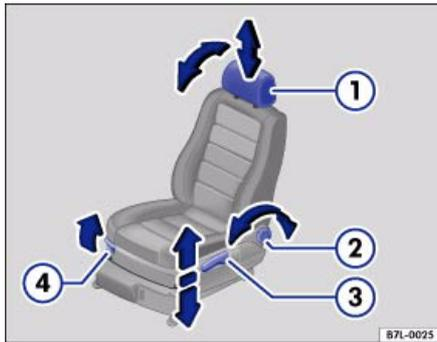

Abb. 56 Bedienelemente für die mechanische Sitz-einstellung (linker Vordersitz)
Die Bedienelemente in \Rightarrow Abb. 56 ② bis ④ sind beim rechten Vordersitz spiegel-bildlich angeordnet.
① Kopfstütze einstellen
② Neigung der Rückenlehne ein-stellen
③ Sitzhöhe einstellen